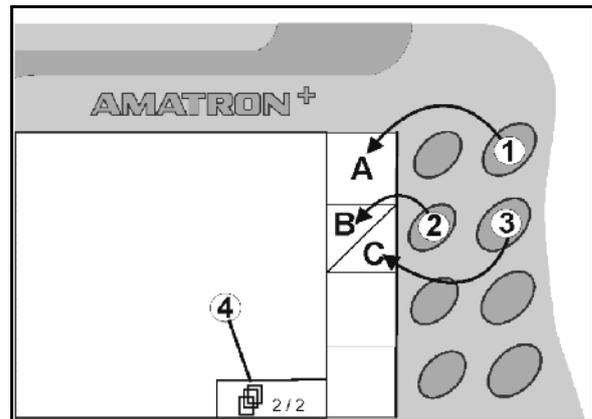

Fig. 7
- Erscheinen auf dem Display Quadratfelder ist nur die rechte Taste (Fig. 7/1) dem Funktionsfeld zugeordnet (Fig. 7/A).
- ist die linke Taste (Fig. 7/2) dem Funktionsfeld oben links (Fig. 7/B) zugeordnet.
- ist die rechte Taste (Fig. 7/3) dem Funktionsfeld unten rechts zugeordnet (Fig. 7/C).
<ul style="list-style-type: none"> <li>• Blättern in weitere Menüblätter (nur möglich wenn Symbol (Fig. 7/4) im Display erscheint)</li> <li>• Lernmenü Multifunktionsgriff</li> </ul>